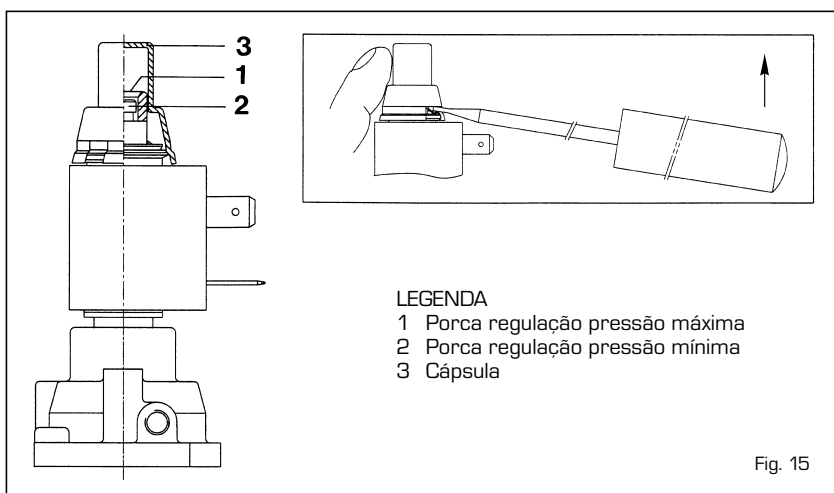

Fig. 15
4.2.1 Regulação da pressão min. e max. (fig. 15)